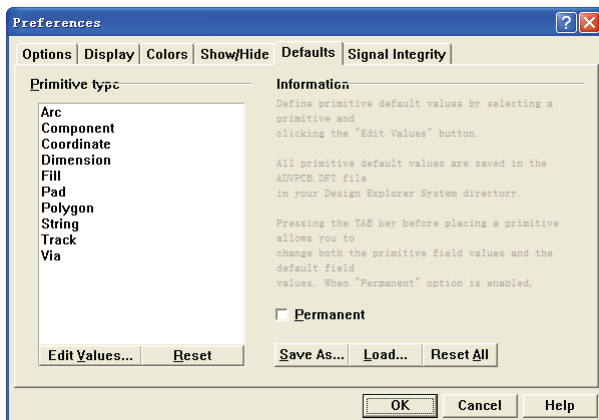

图 6-41 “Defaults”选项卡
(1) 单击“Defaults”标签页即可打开“Defaults”选项卡，如图 6-41 所示。用于设置 PCB 设计中用到的各个对象的默认值，通常用户不需要改变此设置页中的内容。